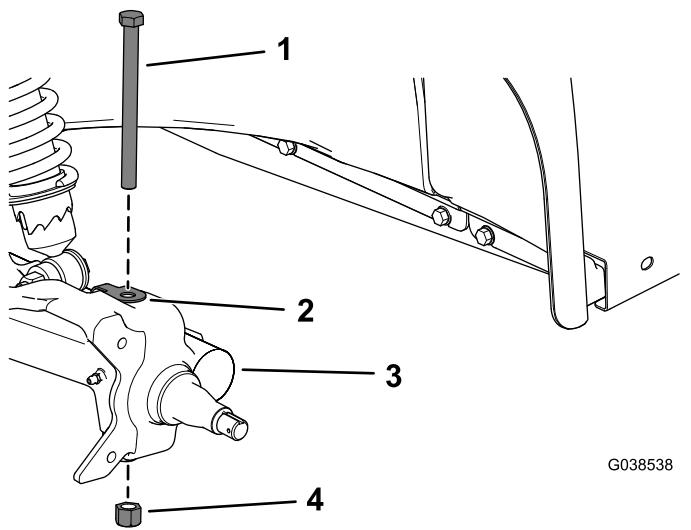

図 9
9. コントロールアームから六角ヘッドボルト $1/2 \times 6$ インチ、クリップ、ロックナット $1/2$ インチを取り外してスピンドルを取り出す図9。
10. 車両の反対側でも図9の作業を行う。
- コントロールアームにスピンドルアセンブリを取り付ける六角ヘッドボルト $1/2 \times 6$ インチ、クリップ、ロックナット $1/2$ インチを使用して図9のように取り付ける。